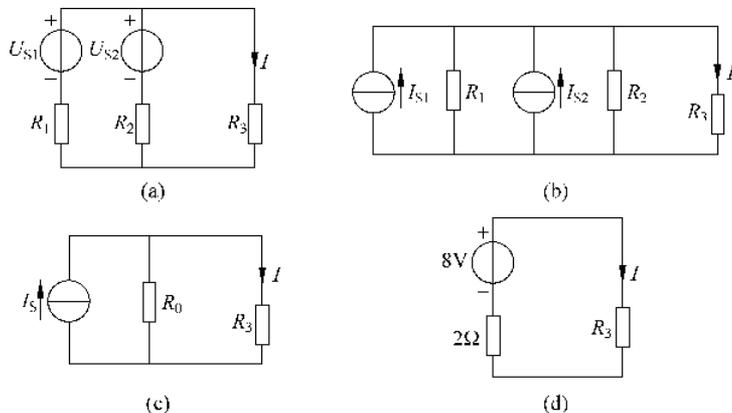

图 1-14 例 1.3 的电路
**【例 1.3】** 在图 1-14(a)所示的电路中,已知  $U_{S1} = 12\text{V}$ ,  $U_{S2} = 6\text{V}$ ,  $R_1 = 6\Omega$ ,  $R_2 = 3\Omega$ ,  $R_3 = 1\Omega$ , 求  $I = ?$
**解:** 先将两个并联的电压源转换为电流源,如图 1-14(b)所示,其中
然后,将两个恒流源合并为一个如图 1-14(c)所示的恒流源。其中,
可以从 1-14(c)图中利用分流关系求得  $I$ ,也可以将电流源转换为电压源[见图 1-14(d)]进行计算。